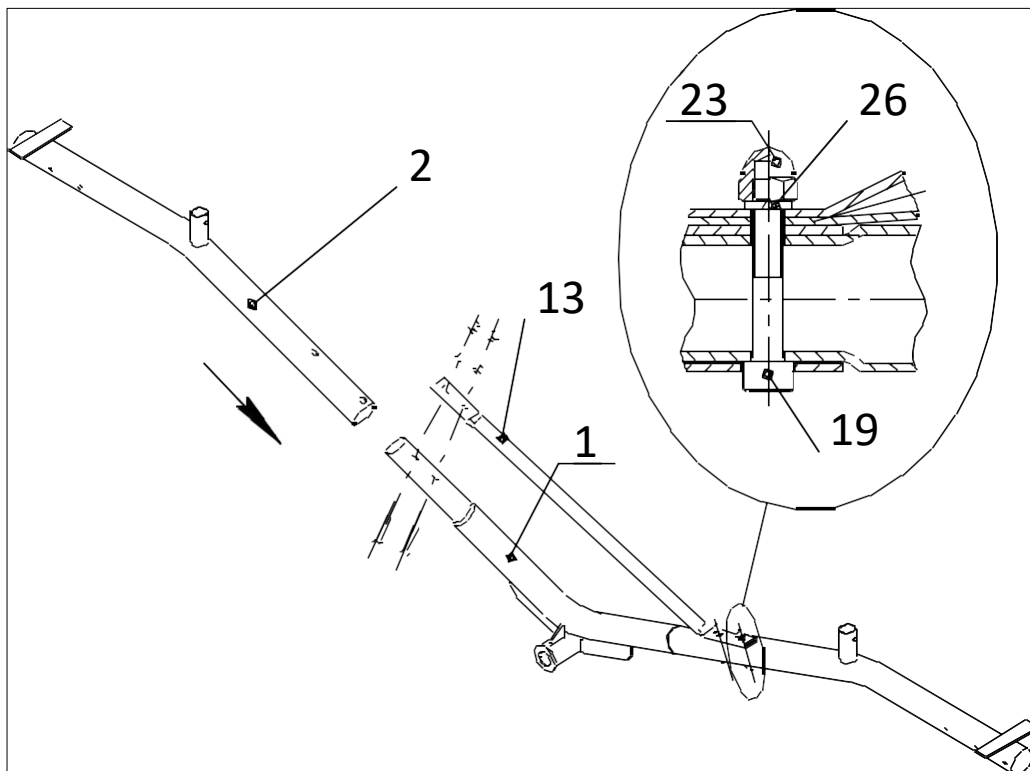

Рис.3
- 10.3.2 Собрать качалку с балками (Рис.3).